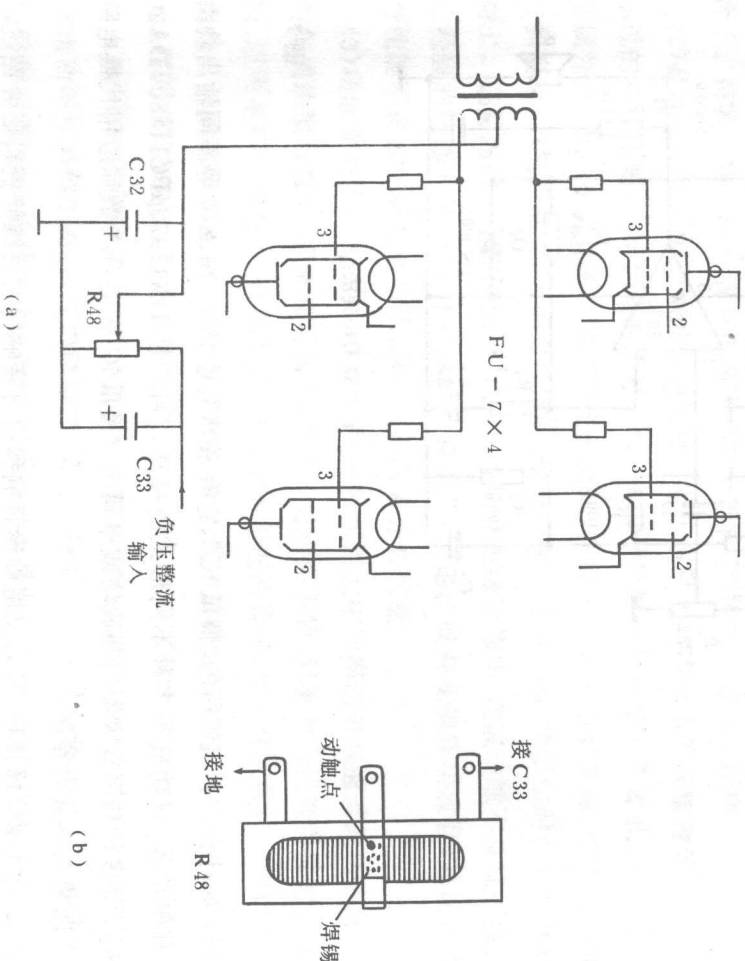

图9 栅负压供电回路
根据故障情况分析,功放管屏极发红说明屏流过火,四只FU—7管屏极都发红,表明是共性的问题,并非其中某只衰老或发生碰极,主要偏压不正常或没有加上,因电子管偏压是提供的负压,加在FU—7的栅极上,四只管子都是共用一组电压。如这种情况,开机时间长了即会烧坏功放管。开机后先检查FU—7管③脚栅偏,结果变成了+5V(正常时应为—32V)如图9所示。进一步查C33两端为—70V正常,而C32无负压。关机检查R48绕线电阻,发现有内部断线现象,用万用表查到断线的位置,用锡将其焊牢,见图9。重新调整动触点使C32两端为—32V。若调整动触点刚好压在断接处,可将绕线电阻两端头互换使用,使动触点可靠地获得栅负压。